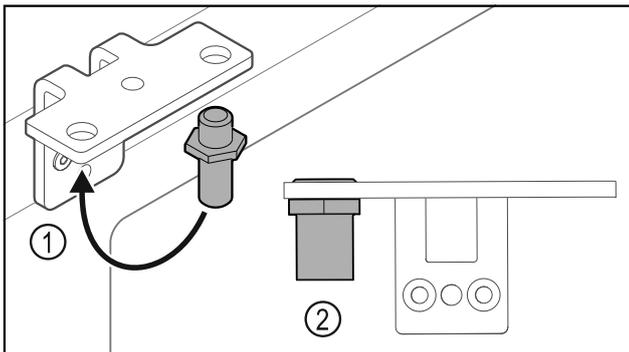

Fig. 17
- Μεταφέρετε τον πείρο Fig. 17 (1) στη γωνία μεντεσέ.
- Σφίξτε τον πείρο Fig. 17 (2) με **ροπή 12 Nm**.